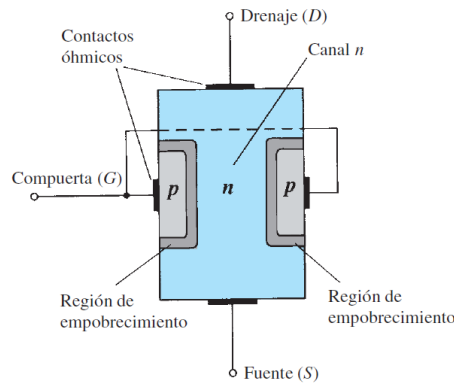

Figura 3: Transistor de efecto de campo de unión (JFET). (tomado de [1])
El transistor JFET es un dispositivo de tres terminales, donde una de esas terminales es capaz de controlar la corriente que pasa por las otras dos. La construcción básica del transistor JFET de canal n (Observe la figura 3). La parte principal de su estructura es el material del tipo n , el cual forma un canal entre las capas incrustadas de tipo p . La parte superior del canal tipo n está conectada mediante un contacto óhmico a un material conocido como Drenaje/Drain (D), en tanto que el extremo inferior del mismo material está conectado mediante un contacto óhmico a una terminal conocida como Fuente/Source (S). Mientras que los dos materiales de tipo p están conectados entre sí y a una terminal llamada Compuerta/Gate (G). El drenaje y la fuente están conectados a los extremos del canal tipo n y la compuerta a las dos capas de material tipo p . Sin potenciales aplicados, el JFET tiene dos uniones p - n en condiciones sin polarización. El resultado es una región de empobrecimiento en cada unión, como se muestra en la figura 3, la cual se asemeja a la misma región de un diodo en condiciones sin polarización. Hay que recordar también que una región de empobrecimiento no contiene portadores libres, y por consiguiente es incapaz de conducir.